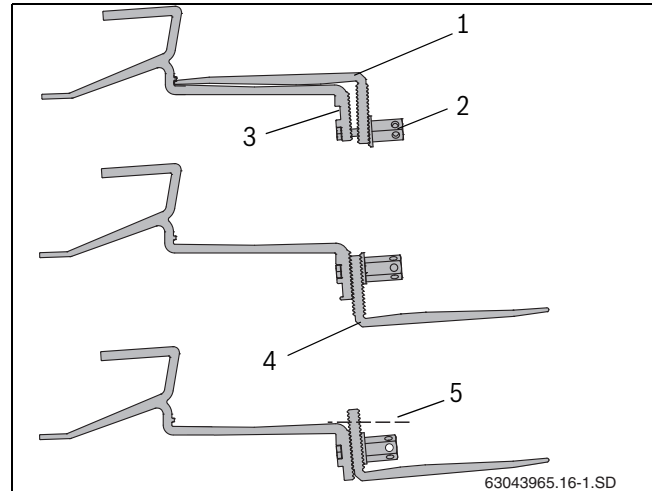

Fig. 39 Fijación del gancho de tejado sobre cabrios
En algunas cubiertas de tejado puede ser necesario calzar la parte inferior de los ganchos de tejado (fig. 39, [4]) con tablas o tablones para que repose sobre la teja.
- ▶ Soltar la tuerca hexagonal larga (fig. 39, [2]).
- ▶ Introduzca el tornillo en el orificio superior (fig. 39, [3]).
- ▶ Fije sin apretar la parte inferior del gancho de tejado (fig. 39, [1]). No apriete aún la unión.